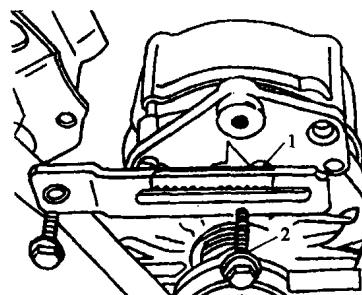
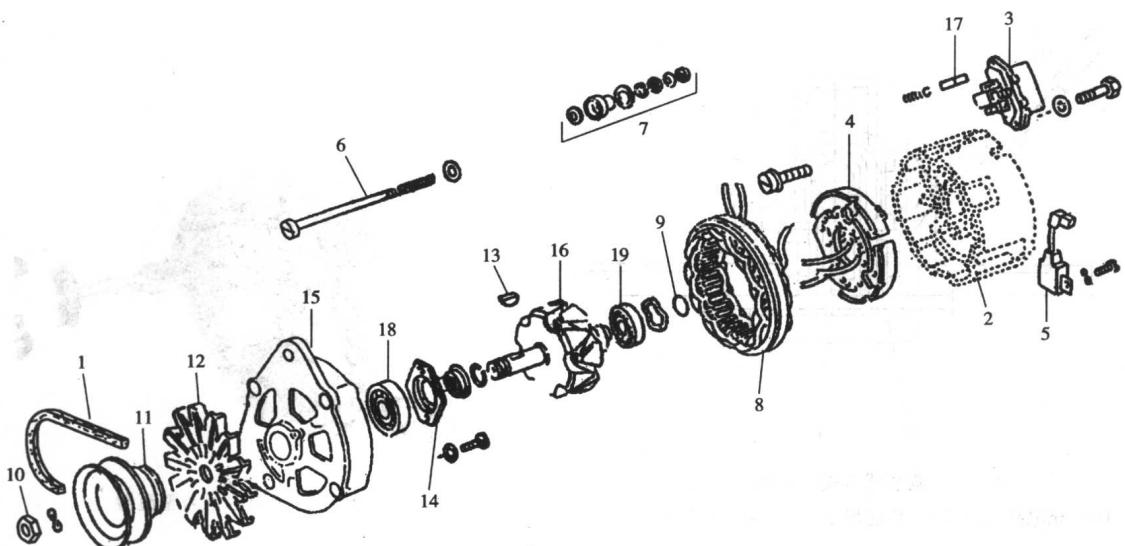

图 1-2 旋松齿条紧固螺钉的张紧螺母
图 1-3 发电机分解顺序
- (1) 旋松齿条紧固螺钉的张紧螺母,回转螺钉(如图 1-2 中所示 2),使皮带松弛。
- (2) 拆下发电机 B+、D+、E 端子连接导线。
- (3) 取下皮带。
- (4) 取下紧固螺钉。
- (5) 取下齿条 1。
- (6) 拧下发电机下端支承连接螺栓 6(见图 1-3),取下发电机。
2. 按图 1-3 所示数字顺序分解发电机各个零件(以大众轿车使用的 JFZ 发电机为例,其他型号发电机可参考进行)。